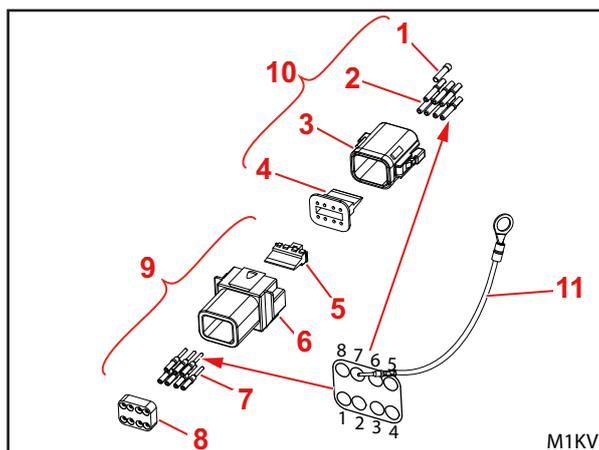

Fig. 19 Montare l'alloggiamento boccola e l'alloggiamento spina
- (1) Spingere il raccordo PG e il coperchio sul cavo.
- (2) Applicare i contatti della boccola sui singoli fili (v. Fig. 19).
- (3) Inserire i contatti della boccola nell'alloggiamento nelle posizioni da 1 a 7 (v. Fig. 19).
- (4) Applicare un tappo cieco sul cuneo (v. Fig. 19).
- (5) Applicare un cuneo e premerlo (v. Fig. 19).